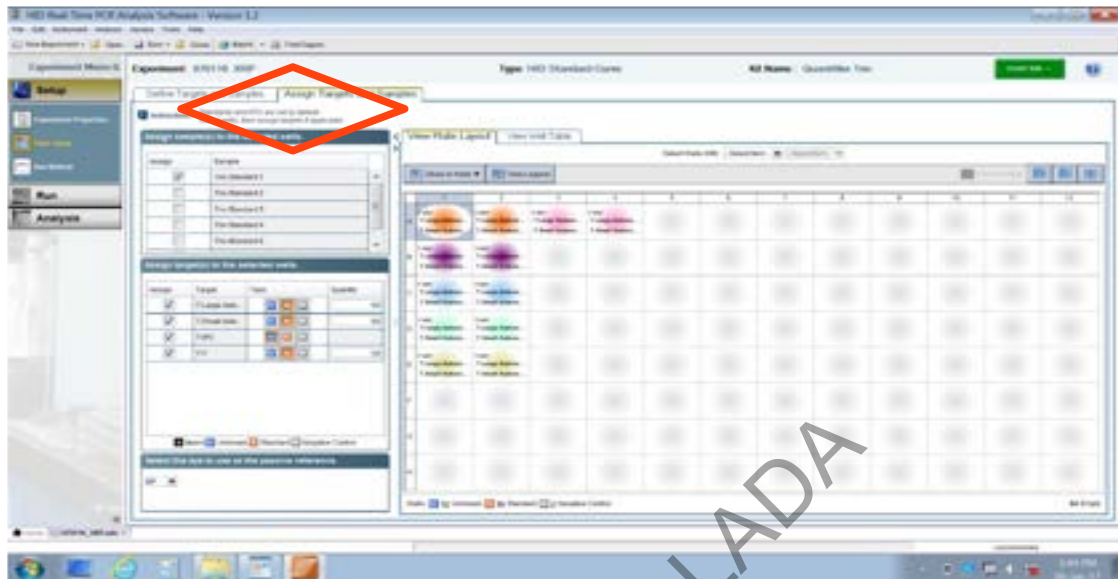

Figura 11. Esquema de configuración y opciones para asignar los datos en los pocillos
**7.2.15** Seleccione **Assign Targets and Samples** en la parte superior derecha de la ventana, se desplegará del lado derecho un esquema de la Microplaca de 96 pocillos y del lado superior izquierdo un listado con cajas para ir dando *check*. Ver figura 11.